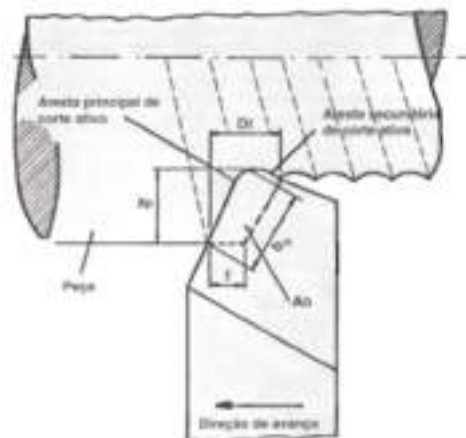

Figura 3 - Avanço f e profundidade de maquinação a_p no torneamento.
- a) **Avanço f:** é o percurso de avanço em cada volta ou em cada curso da ferramenta (Figura 3).
- a) **Profundidade ou largura de maquinação ap:** é a profundidade ou largura de penetração da ferramenta em relação à peça (Figura 3), medida perpendicularmente ao plano de trabalho. No torneamento cilíndrico e de facejamento, fresagem e retificação frontal, ap